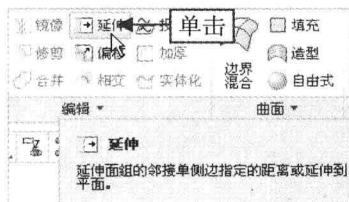

图 10-6 单击“延伸”按钮
Step 03 在“功能区”选项板的“模型”选项卡中，单击“编辑”面板中的“延伸”按钮 ，如图 10-6 所示。